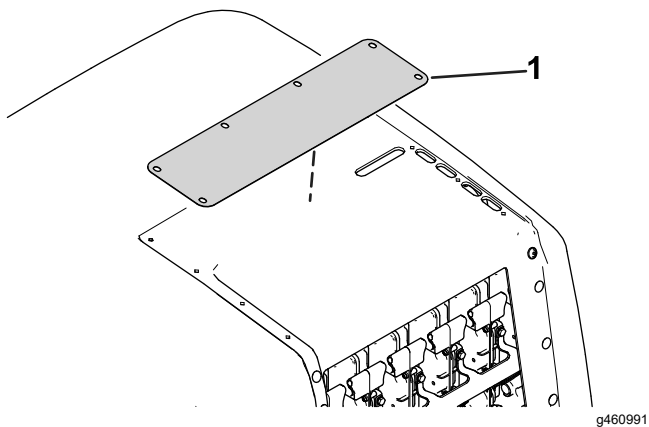

**Figura 23**
9. Rimuovete i 12 tappi in plastica riprodotti nella Figura 23 dal cofano.
- Conservate i 5 tappi mostrati nella Figura 23
- Scartate i 7 tappi mostrati nella Figura 23